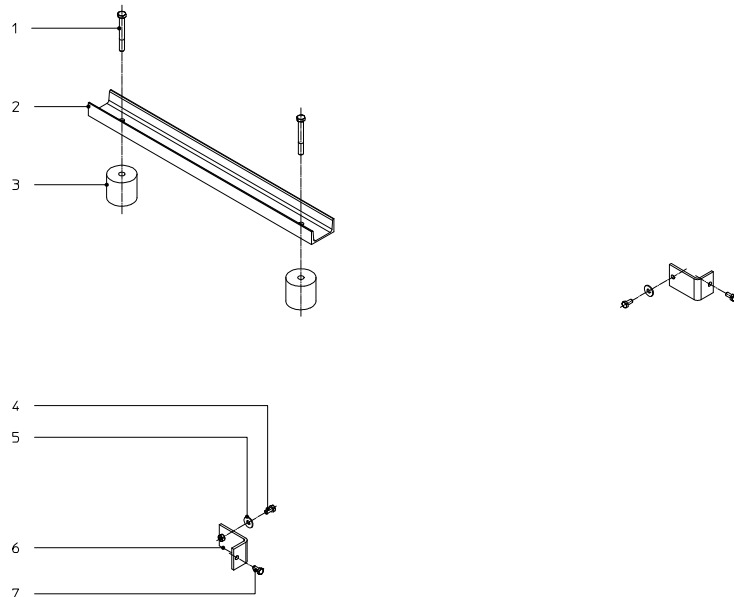

Fig. 2
2.1 Het hijsen van de laadbrug (Fig. 2)
De hijs- en transportvoorzieningen moeten worden verwijderd na installatie in de put (zie Fig. 2).
2.1 Das Heben der Überladebrücke (Fig. 2)
Die Hebe- und Transportvorkehrungen müssen entfernt werden nach Installation in der Grube (siehe Fig. 2).
2.1 Lifting the dockleveller (Fig. 2)
The lifting and transport facilities are to be detached after installation in the pit (see Fig. 2).
2.1 Levage du niveleur de quai (Fig. 2)
Les équipements de levage et de transport doivent être détachés après installation dans la fosse (voir Fig. 2).